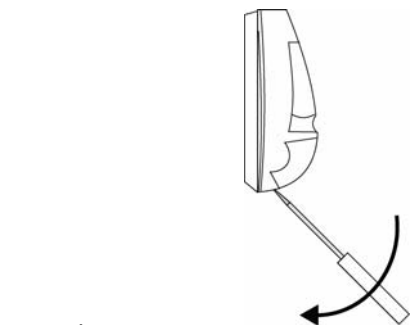

Fig. 1 Åbn huset
- Placer en jumper på det ønskede frekvensbånds pins (Fig. 1).
- Placer en jumper på de ønskede pulstæller-pins (Fig. 1).